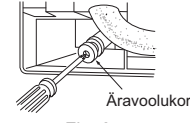

Fig. 3
- Pange äravoolukork osasse, mille külge äravooluvoolik siseseadme tagaosas kinnitatakse. (Fig. 3)
- Sisestage toru seinavaa muhvi (C) ja kinnitage siseseadme ülemine osa paigaldusplaadile (1). Seejärel liigutage siseseade täielikult vasakule, et torude paigaldamine seadme taga oleks lihtsam.